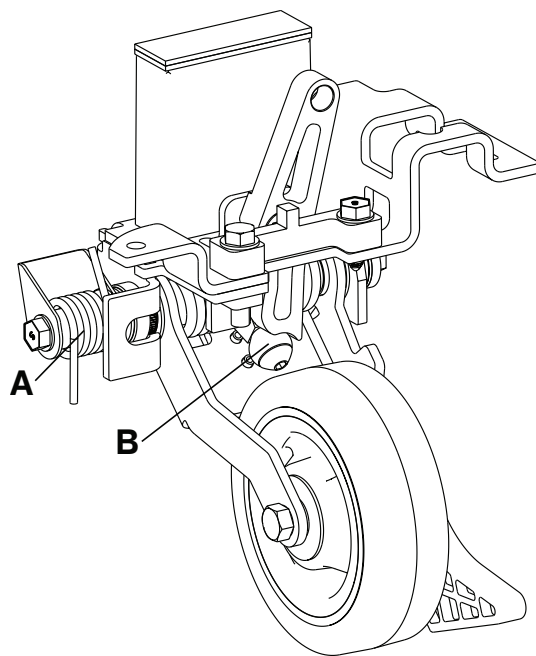

图 22 – 伸缩式第 5 脚轮润滑
3. 将 MPG-3 润滑油涂到弹簧 (A) 和辊 (B) 上 ( 图 22 ) 。